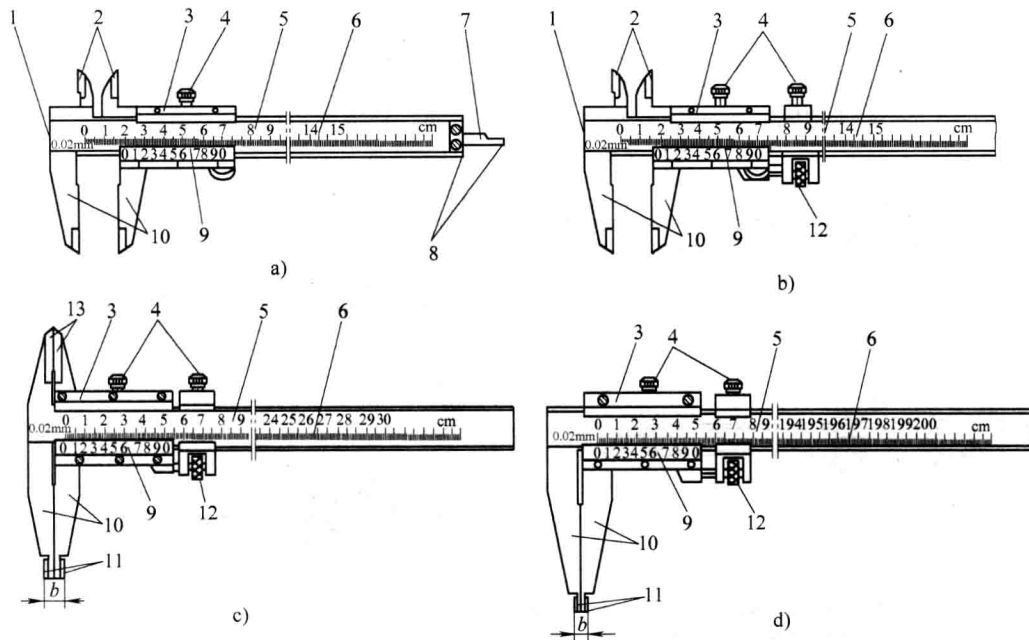
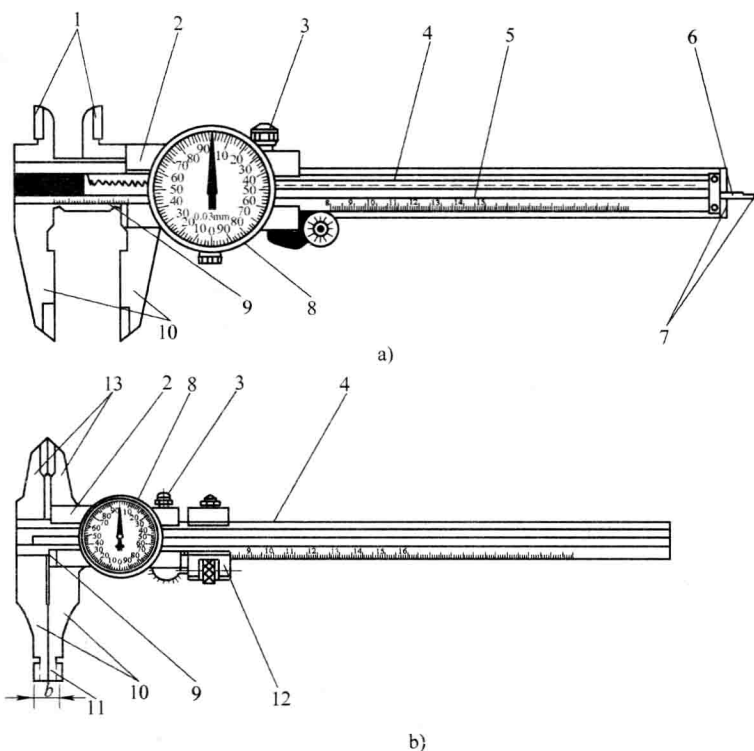
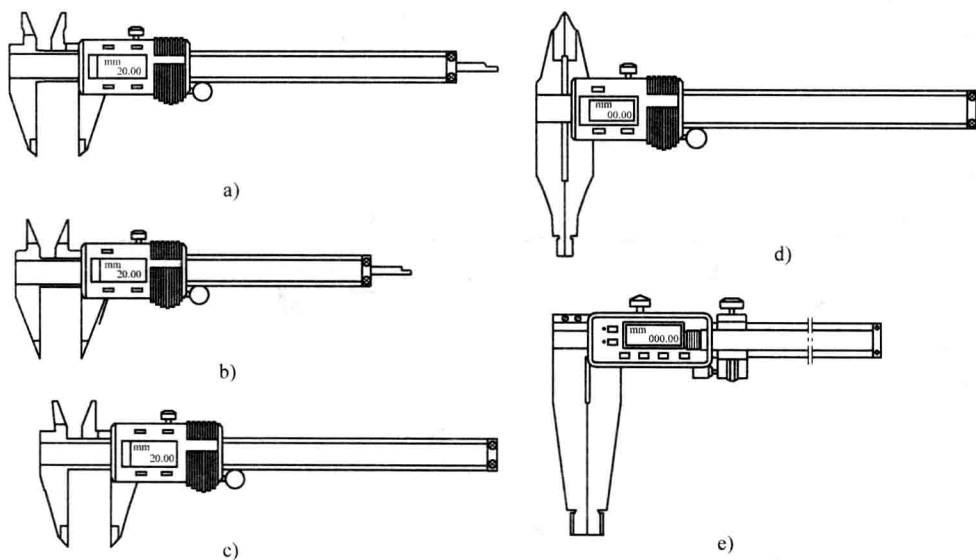

图 1-9 常用读格式游标卡尺的外形结构图
图 1-10 带表式游标卡尺的外形结构
图 1-11 常用的几种电子数显式游标卡尺
(1) 游标卡尺的分类 游标卡尺按读数形式分为: 读格式(简称卡尺, 见图 1-9)、带表式(简称带表卡尺, 见图 1-10)和电子数显式(简称数显卡尺, 见图 1-11)。游标卡尺按用途分为通用游标卡尺、深度游标卡尺(图 1-18)和高度游标卡尺(图 1-19)。尽管游标卡尺的种类